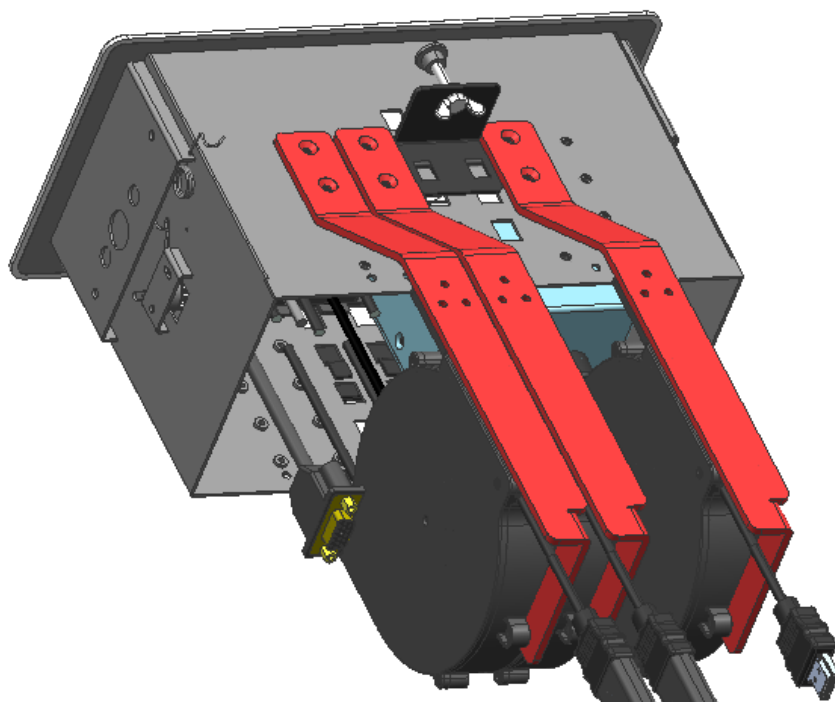

Рис. 5
- Для монтажа кронштейна с установленной ретракторной кассетой на лючок используйте монтажные отверстия В кронштейна и посадочные отверстия с двух сторон лючка. Установка возможна на любую из сторон с возможностью выбора одной из трех глубин посадки кронштейна с кассетой ретрактора. См. Рис. 5